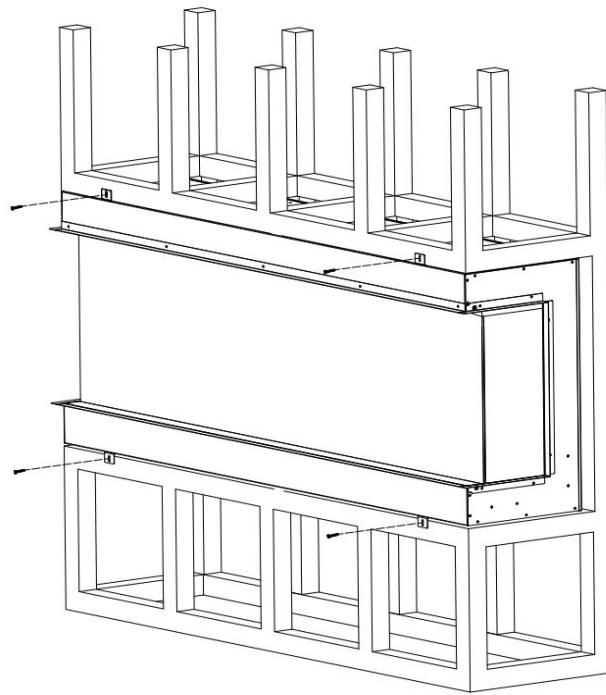

Fig.3-3
6. Plaats de haard in de muuropening. Draai de montageschroeven in de beugels en de muurstijlen. Steek de stekker in het stopcontact en controleer of de haard goed werkt. Afb.3-3